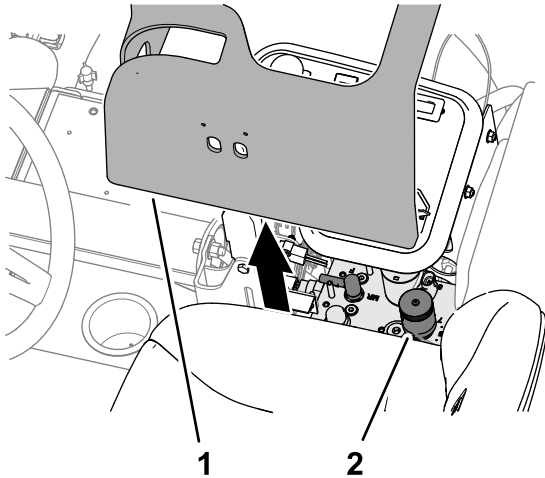

Figura 48
2. Eleve a tampa do braço de controle (Figura 48).